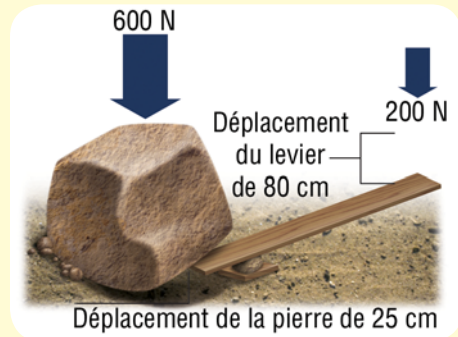

Figure 3
B. Le levier de la figure 3 est rigide et stable, donc plus efficace. La majorité de la force appliquée permet de soulever la charge. L'application d'une force de 200 N sur une distance de 80 cm soulève la pierre de 25 cm. Quel est le rendement mécanique du levier ?